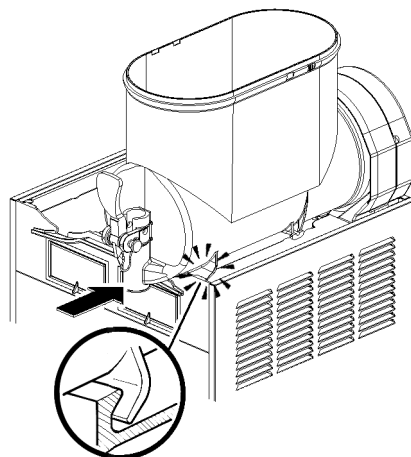

figura 15
- 7 Montare il contenitore e spingerlo verso la parete posteriore, accertandosi che calzi completamente sulla guarnizione e che contemporaneamente i suoi agganci inferiori siano impegnati negli appositi risalti del piano gocciolatoio (vedere figura 15).